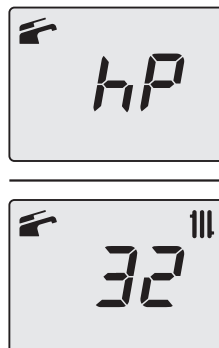

Figura 9.24
- Premendo il tasto 14 (Figura 9.20) è possibile variare la potenza in modalità spazzacamino: con visualizzazione sul display LCD delle lettere **hP** che si alternano con il valore di temperatura dell'acqua di riscaldamento (es.32), siamo in "funzione spazzacamino" alla potenza minima in riscaldamento (Figura 9.24).